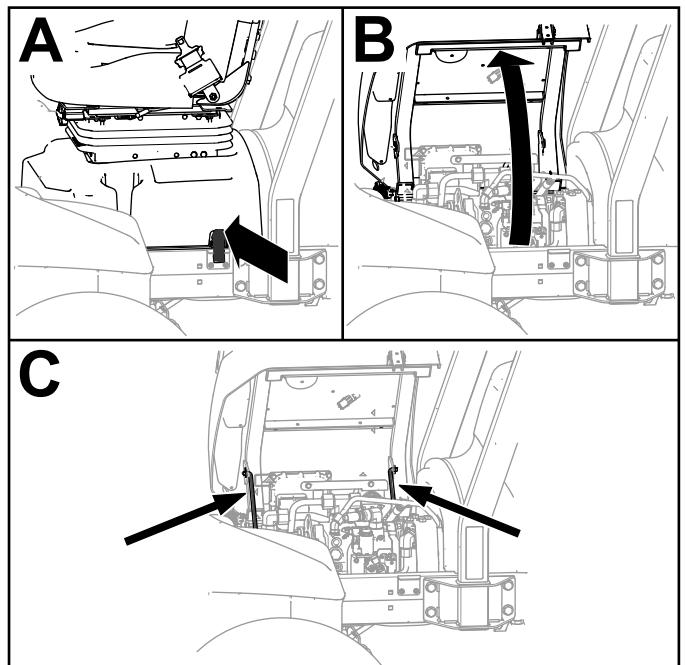

Figure 64
1. Déverrouillez le socle du siège (A de Figure 64).
2. Basculez le siège et son socle (B de Figure 64).
3. Soutenez-les dans cette position avec les béquilles (C de Figure 64).